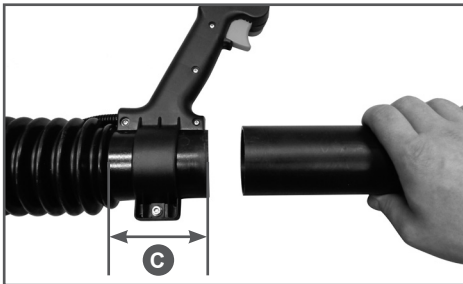

Рис. 4 Установка трубы напорной «А»
3. Вставьте трубу напорную «А» гладким концом в гибкую трубу на глубину «С» гибкой трубы (Рис. 4).